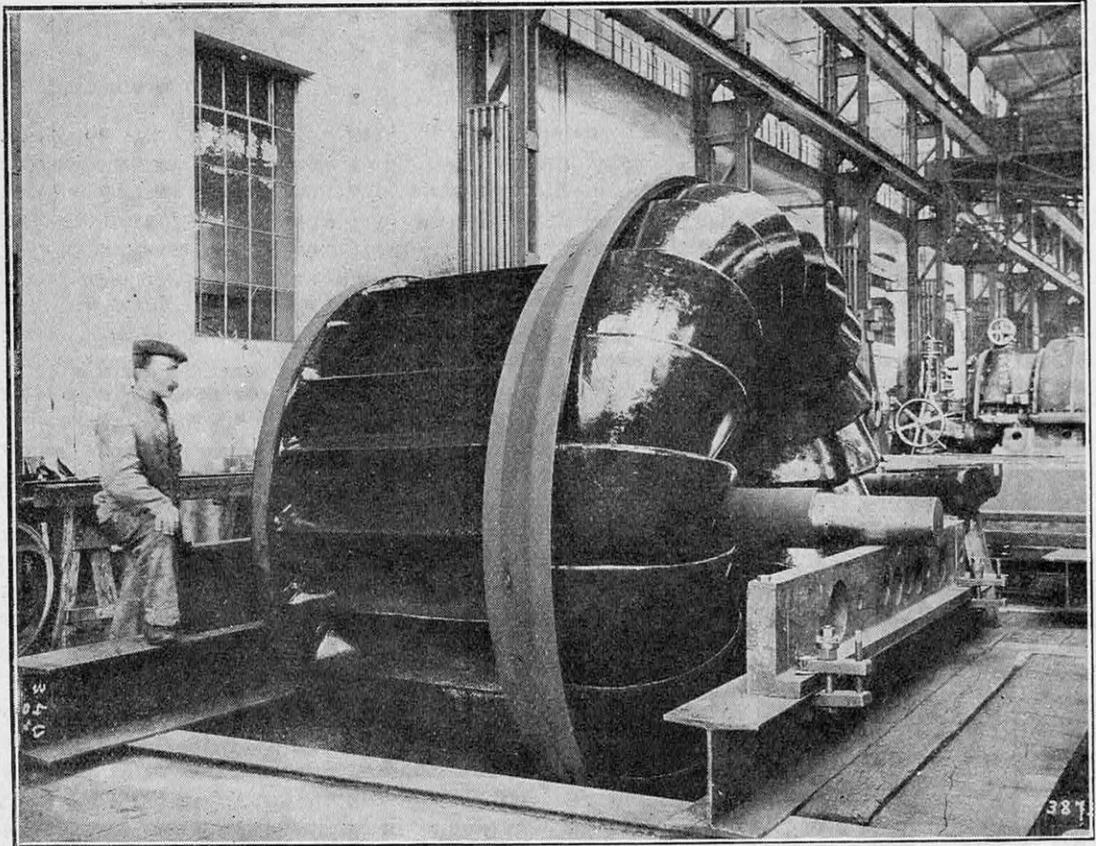

FIG. 1. — ROUE D'UNE TURBINE « FRANCIS » TOURNANT A 300 TOURS PAR MINUTE
lyser toutes ici. Signalons la roue Francis, représentée figure 1, dans laquelle le mouvement radial de l'eau se transformait en mouvement axial, ce qui conduisait à des formes d'aubes compliquées pour assurer le guidage de l'eau. A ce moment, on abandonna également la théorie qui voulait que l'espace entre
*La forme des aubes est différente de celle représentée figure 1, mais elle correspond au même souci de guider l'eau le plus loin possible en vue d'améliorer le rendement. Toutefois, les aubes sont ici plus étroites et leur pas est plus allongé.*